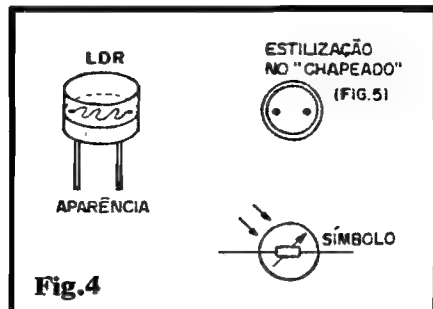

Fig.4
- **FIG. 4 - O LDR** - Embora seja um componente já bem conhecido da maioria dos Leitores/Hobbystas, o LDR também "merece" algumas explicações "visuais" adicionais... A figura traz, então, sua aparência padrão, a estilização utilizada pelos desenhistas de APE no "chapeado" da IAPAX e, finalmente, o respectivo símbolo esquemático (ver diagrama da fig. 1). Notem que tanto o formato exato, quanto as próprias dimensões do LDR, poderão va-